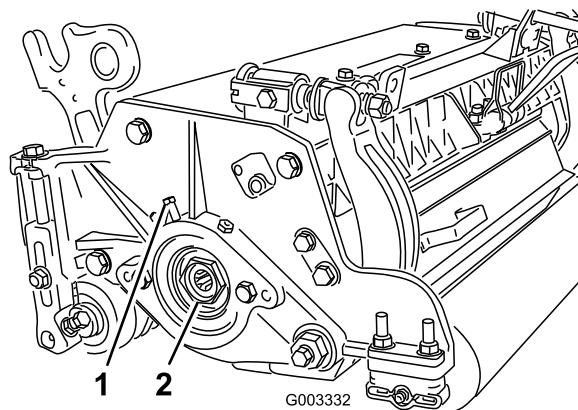

図 32
- A. カッティングユニットの左側にあるベアリングハウジングにベアリング調整ナットを固定している固定ねじをゆるめる 図 32。